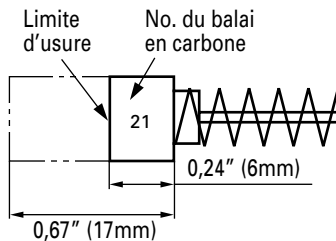

Fig. 6
4. Inspection des balais en carbone (Fig. 6)
Utiliser le balai en carbone HITACHI No. 21 indiqué sur la Fig. 6.